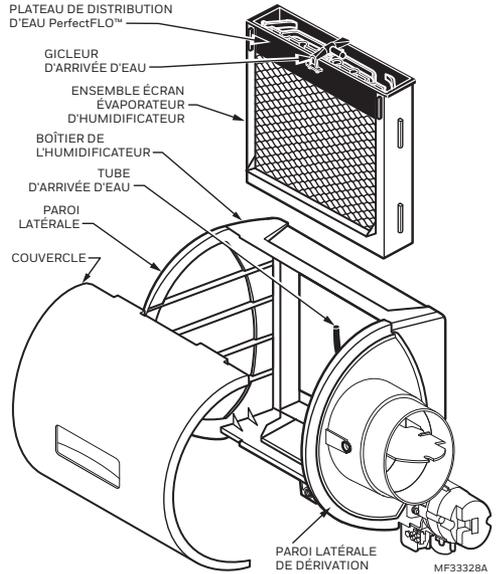

Fig. 18. Nettoyage de l'humidificateur.
2. Enlever le couvercle de l'humidificateur. Voir la Fig. 18 page 17.